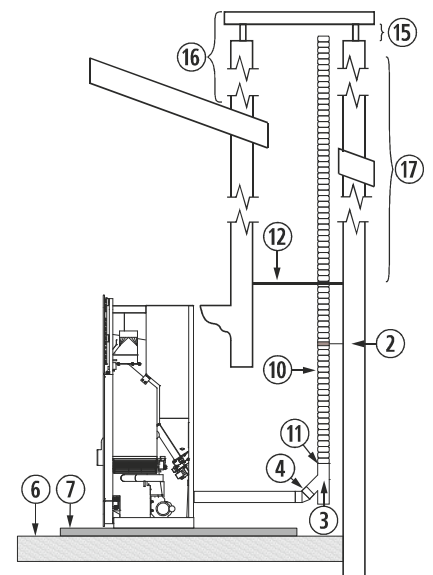

Figura 15
4.28. L'installazione di una stufa ad incasso in un caminetto può essere realizzata in completa totalità in un tubo flessibile, così come è indicato nella figura 15. Dobbiamo prestare speciale attenzione al momento di realizzare l'isolamento tra il caminetto e il tubo di fuoriuscita di gas per evitare possibili arretramenti di gas in caso di tormenta.
②	Collare di fissaggio in acciaio inox.
③	Giunto a "T" a 135° con filtro.
④	Curva a 45°.
⑥	Pavimento in legno.
⑦	Protezione non infiammabile.
⑩	Tubo in acciaio inossidabile flessibile.
⑪	Manicotto d'unione tra flessibile e rigido.
⑫	Isolante anti -arretramento.
⑮	Minimo 200mm.
⑯	Deve superare di 1 metro il tetto.